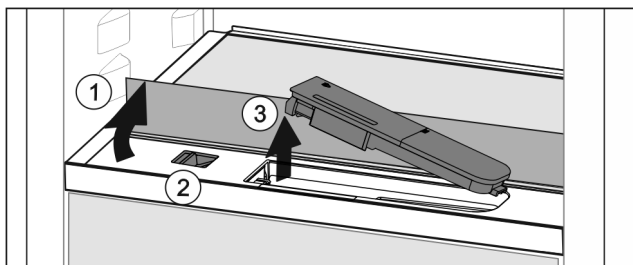

Fig. 45
- Sollevare il ripiano di vetro e ribaltarlo all'indietro fino all'arresto Fig. 45 (1).
- Spostare il cursore Fig. 45 (2) a sinistra.
- Rimuovere il serbatoio dell'acqua Fig. 45 (3).